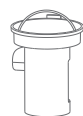
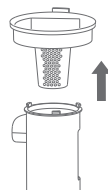

Рис. 6.1
Рис. 6.2
6. Удерживая циклонный фильтр одной рукой, поверните колпак другой рукой, как показано на рис. 6.1, а затем выньте его (рис. 6.2).